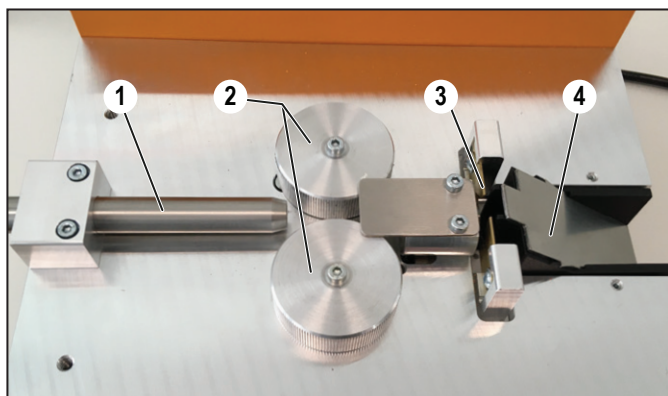

Figura 7.2 Limpiar la zona de trabajo
- Tubo de alimentación (Figura 7.2, 1)
- Rodillos de alimentación (Figura 7.2, 2)
- Zona de corte (Figura 7.2, 3)
- Tobogán (Figura 7.2, 4)